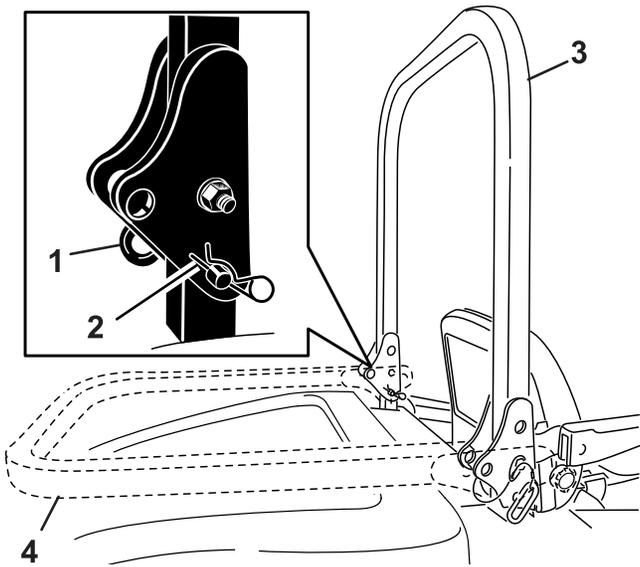

Bild 12
2. Klappen Sie den Überrollbügel hoch und entfernen Sie die Splinte und die zwei Stifte (**Bild 12**).